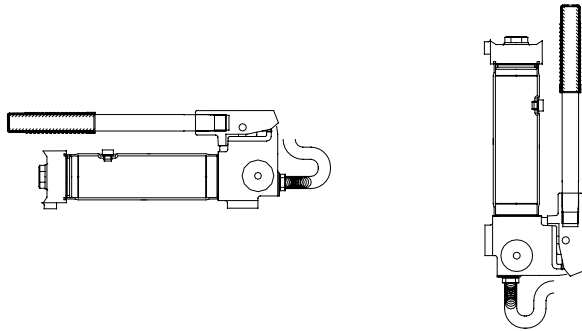

Figura 6: Posición horizontal y vertical
3. La bomba puede utilizarse en posición vertical y horizontal, como se ilustra en la Figura 6.